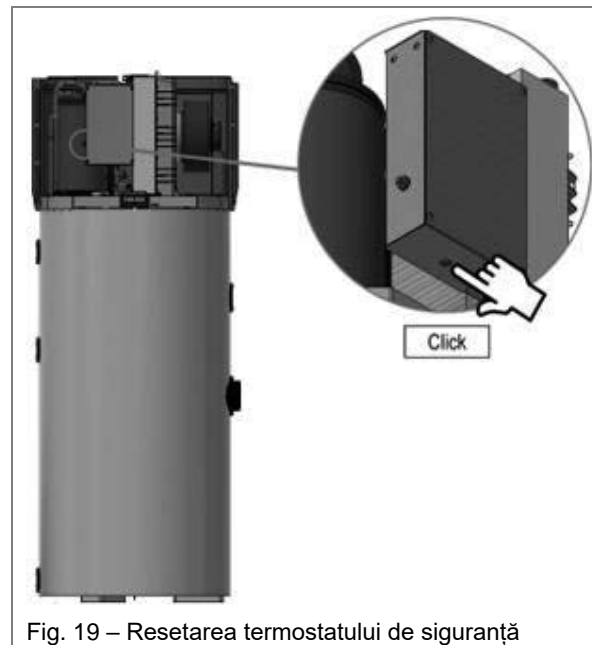

Fig. 19 – Resetarea termostatului de siguranță
- Resetați manual termostatul de siguranță declanșat din partea superioară (Fig. 19). Dacă a fost declanșat, știftul central al termostatului iese în afară cu aproximativ 4 mm;